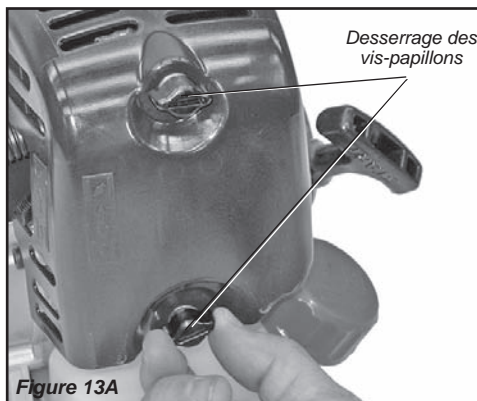

Figure 13A
1. Enlever le couvercle du filtre à air en desserrant les vis-papillons. Voir figure 13A.